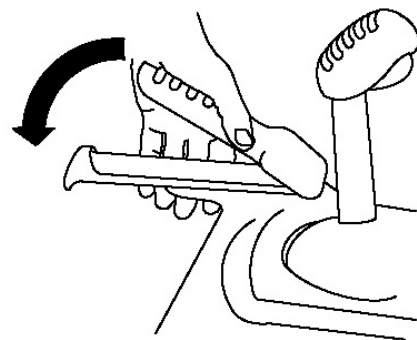

Рисунок 13.
- 3.левой рукой прижмите рычаг хода к рукоятке (Рис. 13).
6.левой рукой прижмите рычаг хода к рукоятке (Рис. 13).